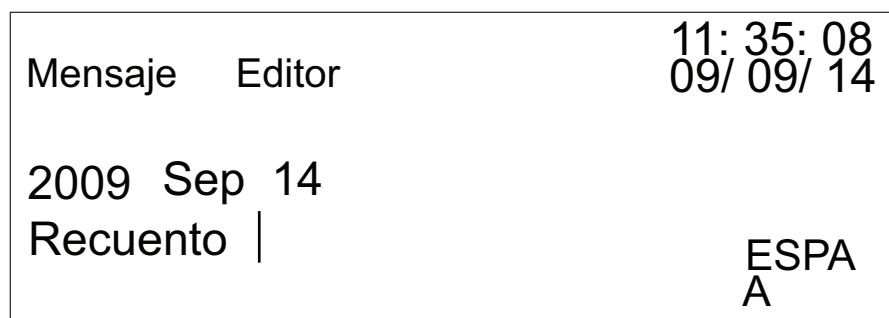

Figura 4-29: Insertar carácter
- 6 Pulse  para insertar la letra 'C' en la posición actual. Pulse  para alternar entre los estilos de entrada en minúscula y en mayúscula. Pulse , ,  y  para insertar 'o', 'u', 'n' y 't' en el mensaje, tal y como se muestra en la Figura 4-29.